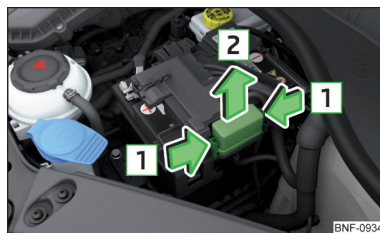

Abb. 169
Die Sicherungen befinden sich unter einer Abdeckung neben der Fahrzeugbatterie » **Abb. 169.**
- › Die Verriegelungstasten **1** der Abdeckung » Abb. 169 gleichzeitig zusammen-drücken.